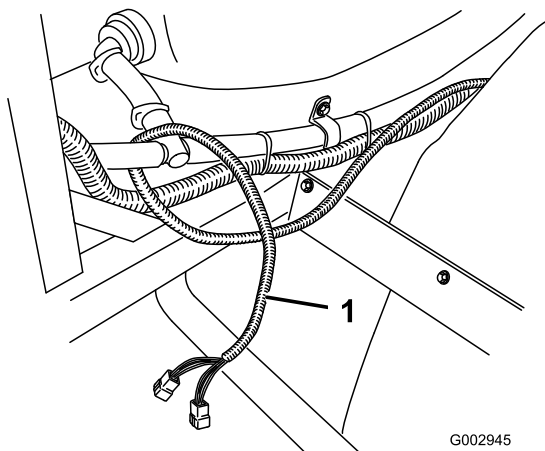

Figura 51
9. Dopo aver passato la cassetta del sedile, infilate il cablaggio preassemblato lungo il percorso del flessibile anteriore dell'agitazione verso tergo, sulla destra della macchina, ed il montante del telaio della barra destra (Figura 51).